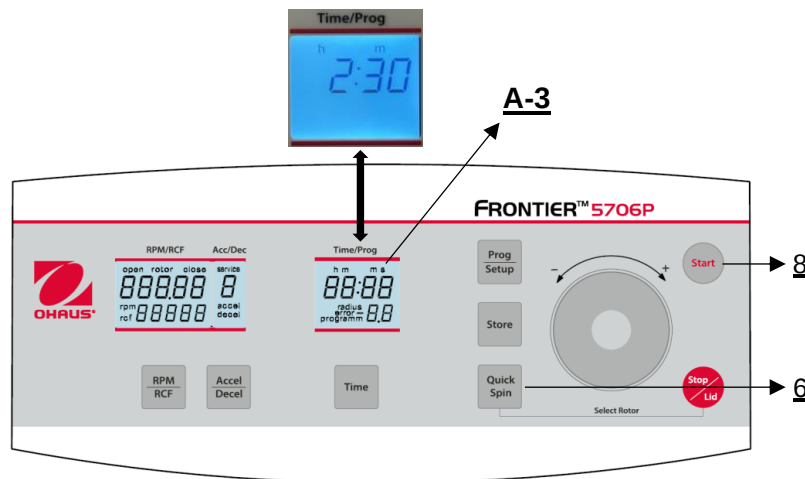

Abbildung 25
Sie können die Zentrifuge entweder mit der **"Start"**-Taste (8) (siehe Abbildung 25) oder mit der **"Quick Spin"**-Taste (6) starten. Mit der **"Start"**-Taste (8) können Sie gespeicherte Läufe oder Läufe mit manuell vorgewählten Parametern starten.